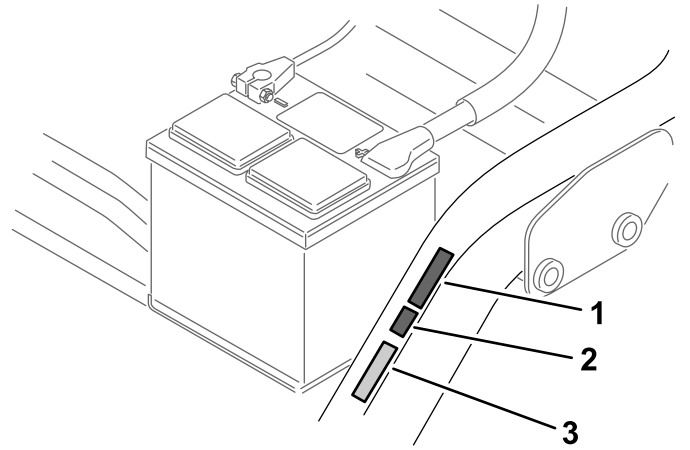

Figura 17
- Coloque o autocolante de conformidade CE junto da placa do número de série (Figura 17).
- Coloque o autocolante CE do ano de fabrico junto do autocolante de conformidade CE (Figura 17).